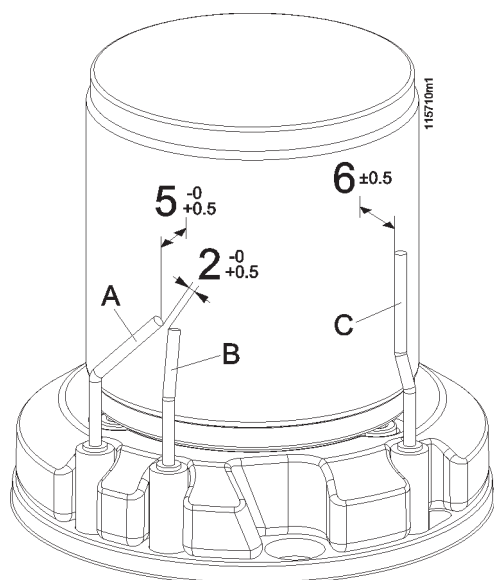

Figura 8.6 - posizionamento elettrodi sul bruciatore
- 7.- estrarre verso l'esterno il sifone (vedi figura 8.6) facendo attenzione a scollegare i tubi di raccolta dell'acqua proveniente dalla parte superiore dell'apparecchio e dalla valvola di sfogo aria.
Per un buon funzionamento dell'apparecchio, è indispensabile che gli elettrodi siano posizionati correttamente (fare riferimento alla figura 8.6):